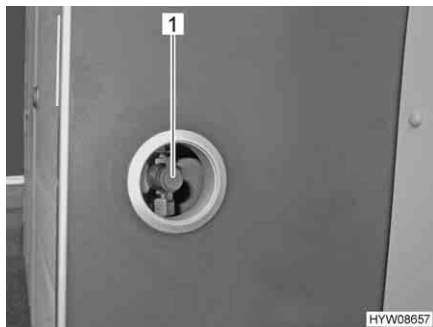

Fig. 37 Presa gas per utenze esterne
La presa gas per utenze esterne (Fig. 37,1) si trova sotto il lavandino, sulla parete posteriore del piano di lavoro destro.
- Collegare l'utenza esterna all'attacco (Fig. 37,1).